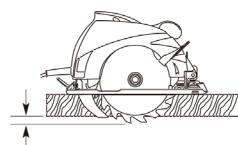

рис. 2
**Внимание!** Для предотвращения поломки зубьев и получения качественного пропила, глубину пропила следует выставлять таким образом, чтобы пильный диск выступал из распиленяемого материала на 3-бмм. Чем меньше выступает зуб, тем ровнее рез (рис.2).